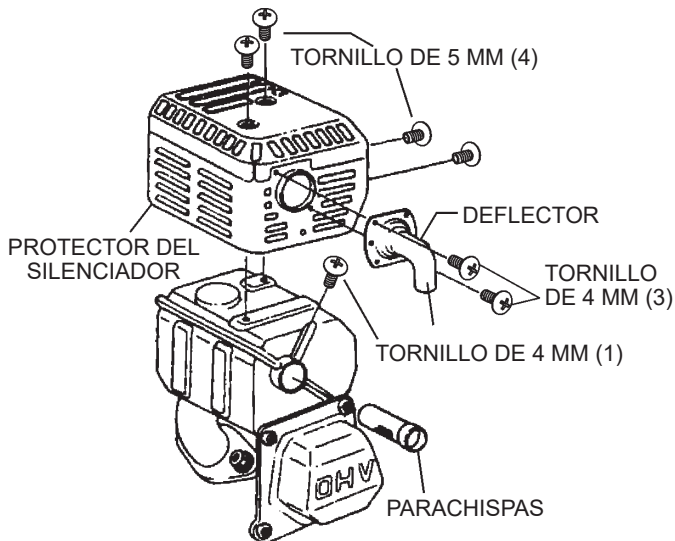

Figura 23. Extracción del parachispas
1. Quite el tornillo de 4 mm (3) del deflector de escape y quite el deflector. Consulte la Figura 23.
2. Quite el tornillo de 5 mm (4) del protector del silenciador y quite el protector del silenciador.